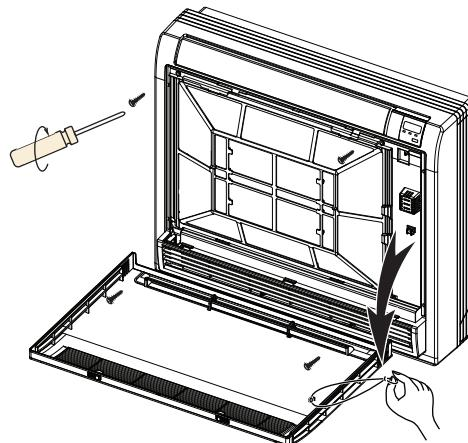

Fig.50-7
- Trageti de coarda (vezi FIG 50-7)
- Scoateti cele 4 suruburi. (Vezi Fig. 50-7).